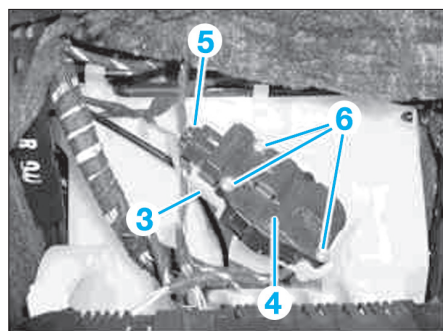

FIG. 44
- Retirer le support (3) et le motoréducteur du volet de buse centrale (4) et les sortir vers le bas jusqu'à ce que le connecteur (5) soit accessible (Fig.44).